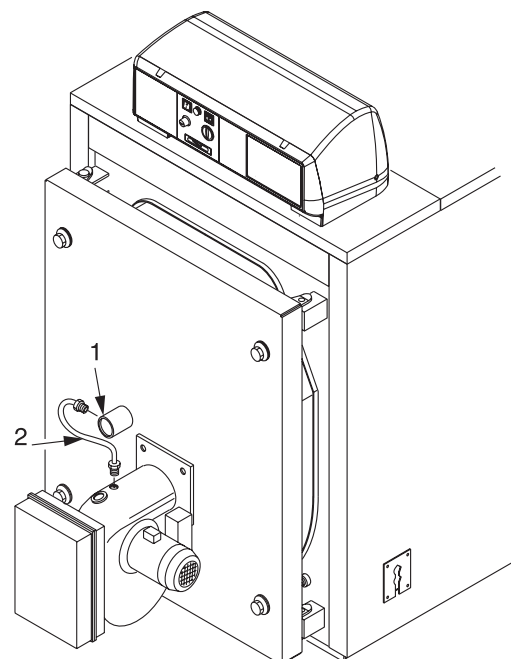

fig. 17
Le viseur de flamme de la porte foyer est muni d'un raccord fileté de 1/8" (pos. 1 - fig.17) sur lequel est montée une prise de pression de 9 mm, pour la mesure de la contre-pression de la chambre de combustion.
A la place de cette prise, qui devra être conservée, on montera un raccord à pression pour connecter, par l'intermédiaire d'un tube en cuivre (pos. 2 - fig. 17), le viseur de flamme directement à la chambre en pression, en aval du ventilateur du brûleur. L'air soufflé par le ventilateur servira au refroidissement de la vitre du viseur de flamme et en réduira l'encrassement.